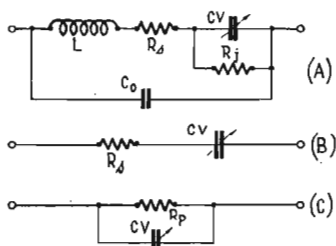

Fig. 7
Comme indiqué plus haut, le circuit équivalent comprend un réseau LCR dont la configuration est approximativement celle de la figure 7 (A) lorsque la diode est polarisée à l'inverse. CV est la capacité la plus importante qui sera utilisée éventuellement comme capacité variable.